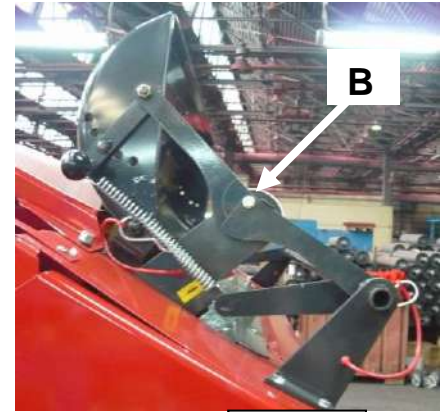

Рис. 31.
- отклонить крышку сетки (1), как показано на рис. 31 или отцепить и снять защитный экран сетки, а также натяжные пружины, расположенные с обеих сторон экрана. Следует также снять защитные пластины, расположенные в двух противоположных углах (рис. 29) лотка для шпагата.